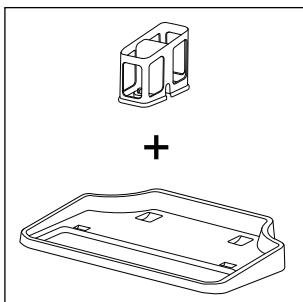
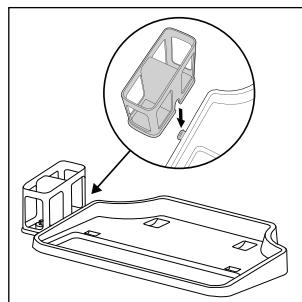

Abb. 4
Abb. 5
- ♦ Die Park- und Reinigungsstation besteht aus einer Abstellschale ④ und einem Bürstenrollenhalter ⑤ (siehe Abb. 4). Um die Park- und Reinigungsstation zu montieren, schieben Sie den Bürstenrollenhalter ⑤ seitlich in die Öffnung an der Abstellschale ④. Schieben Sie den Bürstenrollenhalter ⑤ nach unten in die Öffnung, bis dieser fest und der Abstellschale ④ sitzt (siehe Abb. 5).